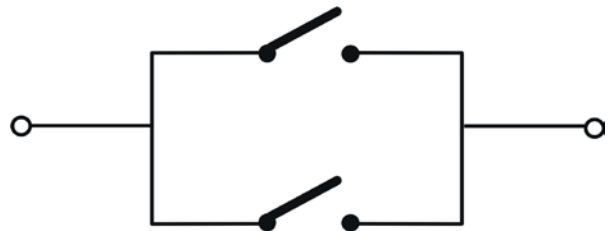

Fig. 14
- Om meerdere impulsgevers voor totale opening te installeren moeten de arbeidscontacten parallel worden aangesloten (fig. 14).
- Om meerdere impulsgevers voor gedeeltelijke opening te installeren moeten de arbeidscontacten parallel worden aangesloten (fig. 14).